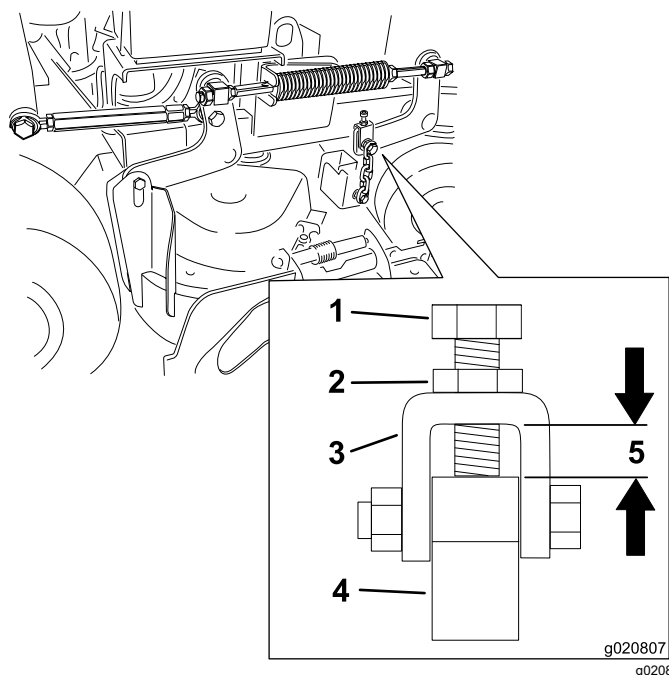

Figura 79
Nota: Esta distancia debe ser de 11 mm (7/16"), según se muestra en Figura 79.
7. Afloje la contratuerca y ajuste el perno de ajuste para obtener la distancia correcta, según se muestra en Figura 79.